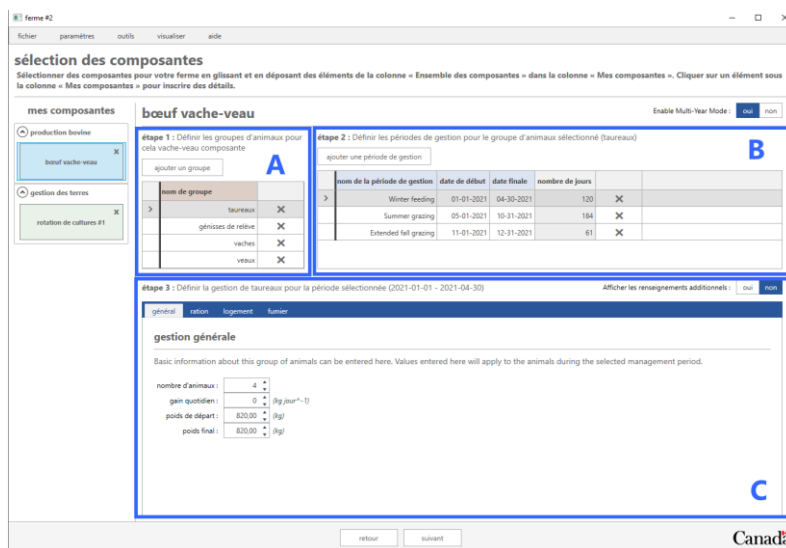

Figure 9 : Écran des exploitations de naissance de bovins de boucherie
2. Cliquez sur la période de gestion intitulée « **Alimentation hivernale** » à l'**étape 2** pour activer cette période de gestion [Figure 9 b].